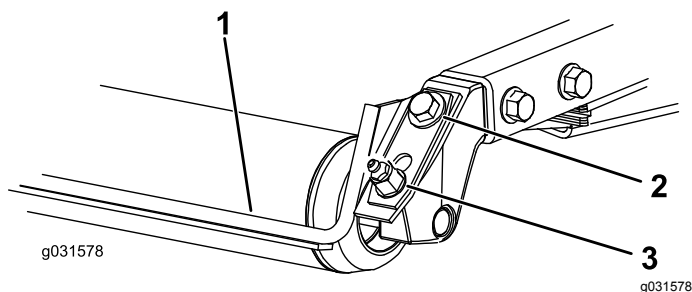

Figura 19
1. Desaperte o bocal de lubrificação e o parafuso de fixação (Figura 19).